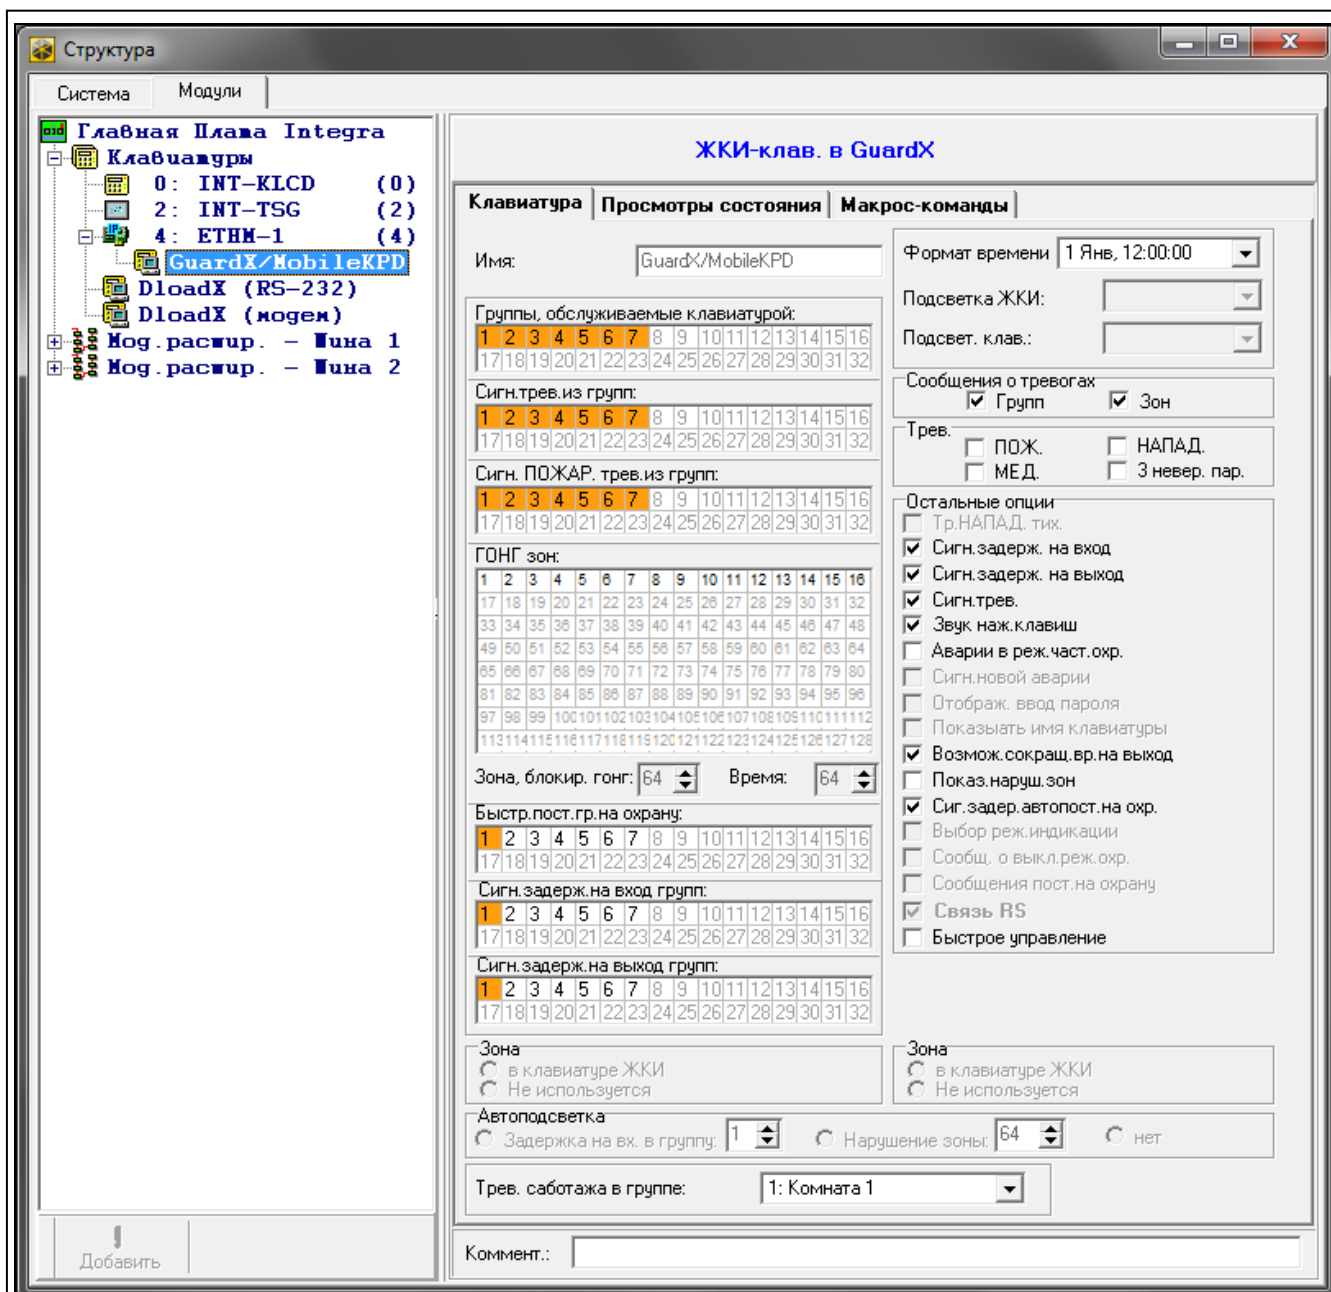

Рис. 7. Программа DLOADX: настройка виртуальной клавиатуры, доступной в программе GUARDX, интернет-браузере или мобильном телефоне.
- программы DLOADX: →окно «Структура» →закладка «Модули» →ветка «Клавиатуры» →[название модуля] →ветка «GuardX/MobileKPD» (рис. 7).7